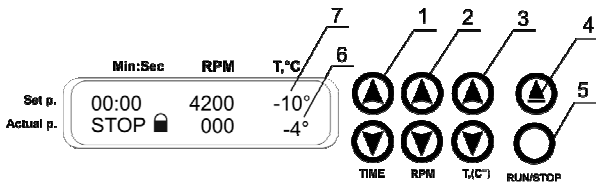

Abb. 2. Steuerung
- Die Rotoren müssen immer sicher befestigt sein. Stoppen Sie den Betrieb unverzüglich durch Drücken der Taste RUN/STOP (Laufen/Stop) (Abb. 2/5), wenn Sie während der Beschleunigung ungewöhnliche Geräusche hören, das auf die unzureichende Befestigung des Rotors beruhen können.
Wenn die Klappe der Zentrifuge geschlossen ist, öffnen Sie die Zentrifuge durch Drücken der Taste ▲ (Abb. 2/4) und öffnen Sie die Klappe, indem Sie sie mit einer Hand nach oben heben.
- 4.6. Mit den Tasten ▲ und ▼ T, °C (Abb. 2/3) können Sie die gewünschte Temperatur einstellen (Einstellbereich -10...+25 °C, Inkrement 1 °C). Die Temperatur kann auch während des Betriebs angepasst werden.
Für eine bessere Temperaturstabilisierung mit den RPM-Tasten  und  (Abb. 2/2) stellen Sie die Geschwindigkeit des Rotors auf 500 rpm ein. Drücken Sie die Taste Run/Stop (Laufen/Stopp), um das Zentrifugieren zu starten.
- 4.7. Nach der Thermostabilisierung, d.h. wenn die angezeigten Werte der eingestellten (Abb. 2/7) und aktuellen (Abb. 2/6) Temperatur gleich sind, drücken Sie die Taste RUN/STOP (Laufen/Stopp), um das Zentrifugieren zu stoppen.
- 4.11. Stellen Sie mit den Tasten ▲ und ▼ TIME (Zeit) (Abb. 2/1) das gewünschte Zeitintervall ein (0-90 Min, Schrittweite beträgt 1 Min).